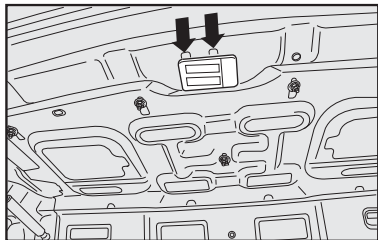

fig. 27
- retirar o porta-lâmpada de sua sede com auxílio de uma chave de fenda (não fornecida) nos pontos indicados pelas setas **fig. 27**;